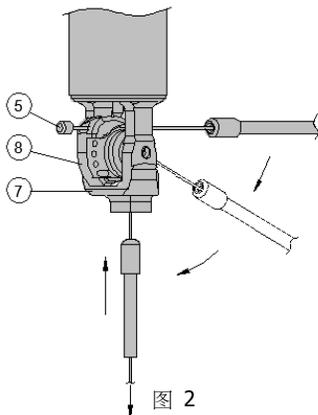

图 2
3. 将钢线 ⑤ 穿过凸轮 ⑧ 穿入外管套圈 ② 与外管 ④。安置外管套圈在启动器 ⑦ 下方。拉钢线，以消除钢线松弛。(图 2)